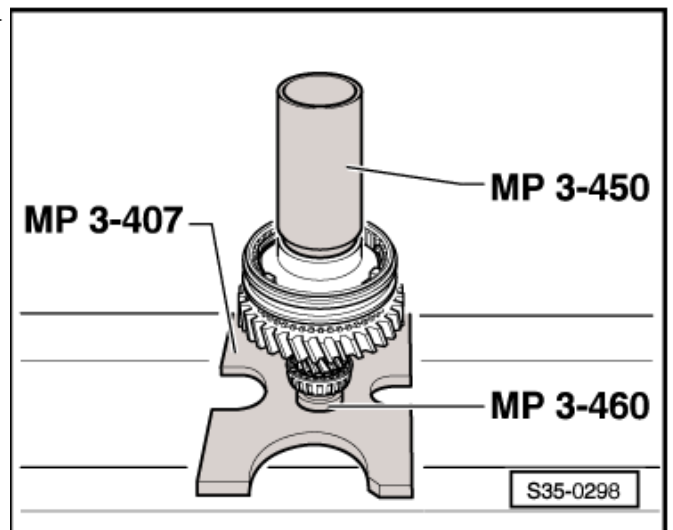

Abb. 17: Einbaulage Außenring für 1. bzw. für 3. Gang ►
- ☐ in den Synchronring Pos. 26 einlegen, Einbaulage ⇒ Abb. 17 in **35-2** Seite 9
Der höhere Bund -A- zeigt zum 2. bzw. 4. Gang -B-. Die Aussparungen im Bund -Pfeile- rasten in die Nasen des Außenringes ⇒ Abb. 17 in **35-2** Seite 9.